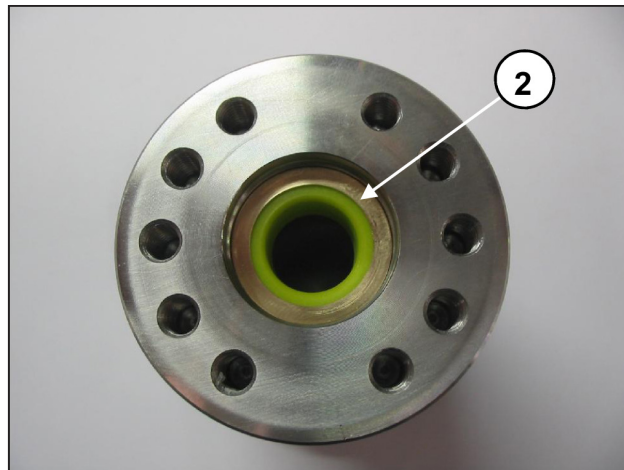
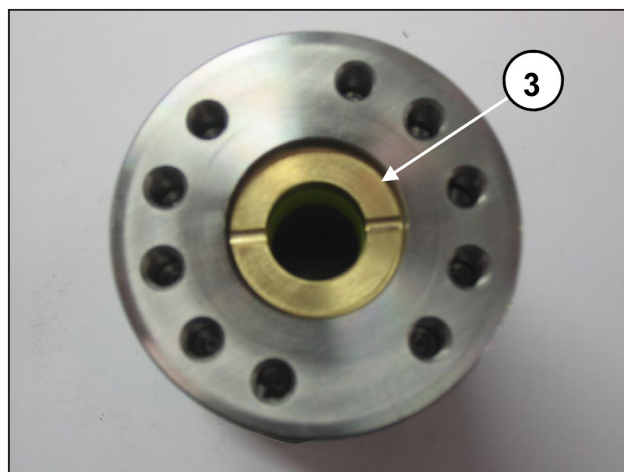
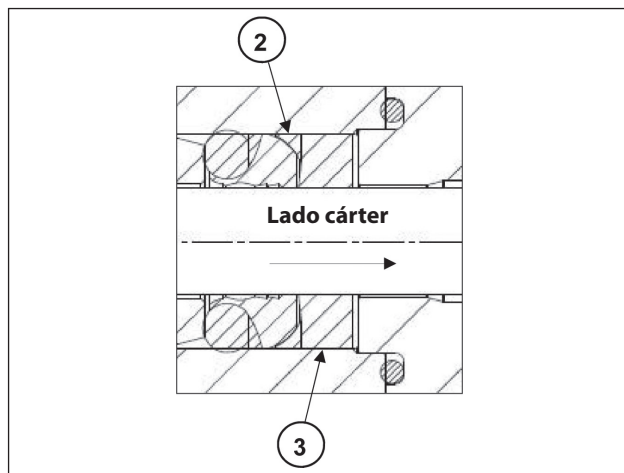

Fig. 41
Fig. 42
Fig. 43
- Introducir la anilla anti-extrusora ② y el casquillo de las juntas ③ como se indica en la Fig. 41, la Fig. 42 y la Fig. 43.
El casquillo de las juntas ③ se ha de introducir en la camisa con las descargas orientadas hacia el exterior (lado cárter) como se indica en la Fig. 42 y la Fig. 43.